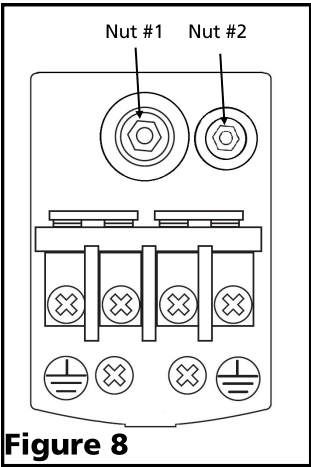

Figure 8
- 1. Le commutateur à pression est pré-réglé en usine à 1,4/2,8 bar (20/40 lb/po2) (Figure 8).
- 1. The pressure switch comes preset from the factory with a 20/40 psi setting (Figure 8).